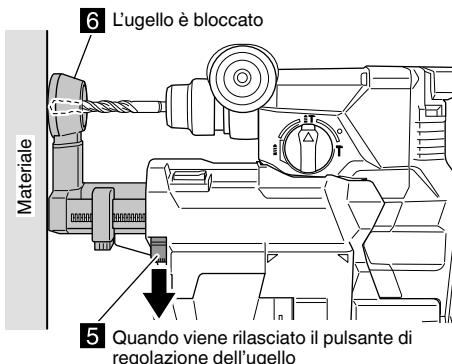

Fig. 7
(4) Rilasciare il pulsante di regolazione dell'ugello per bloccare la posizione dell'ugello. (Fig. 7)